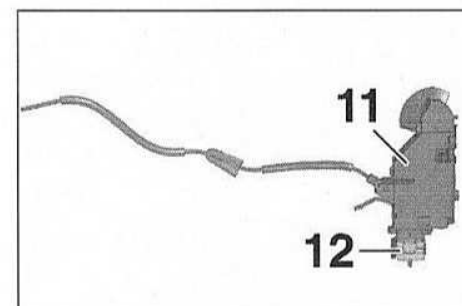

FIG.101
- Extraire la serrure de porte (11) (Fig.101).
- Débrancher le connecteur (12).
- Déposer la serrure de porte (11).